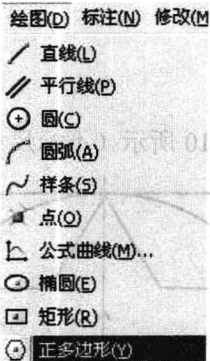
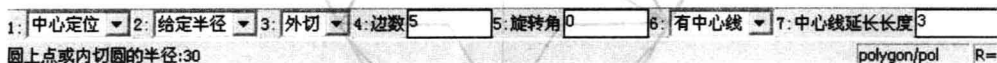

图 2-4 【正多边形】命令
图 2-5 【立即】菜单
- (1) 单击【绘图】→【正多边形】命令, 在【立即】菜单中修改参数, 如图 2-4 和图 2-5 所示。绘制正多边形, 如图 2-6 所示。